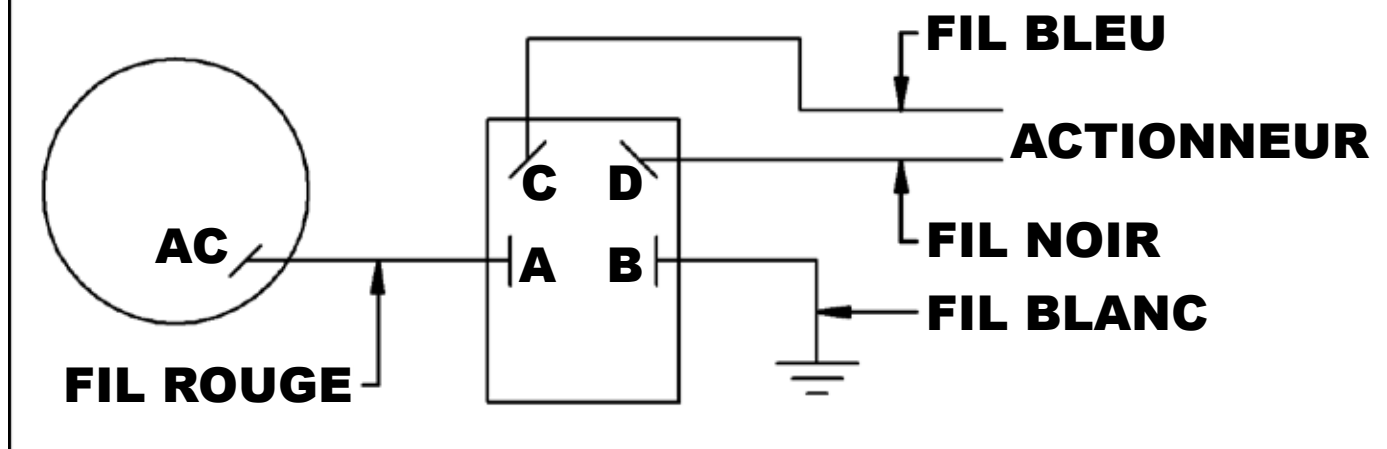

Figure 43. Schéma électrique
9. Figure 43 : Connectez la borne plate du fil rouge de 72 po à la borne A de l'interrupteur. Connectez ensuite la borne plate du fil blanc à la borne B de l'interrupteur.
12. Fixez l'interrupteur (1) à la boîte de commutation (2) à l'aide de l'écrou et de l'écrou moleté et installez le capuchon de l'interrupteur (3). Collez l'autocollant (4) sur la boîte de commutation (2).
13. Placez le boîtier de commutation (2) dans une position confortable et serrez les deux boulons hexagonaux de 1/4 po x 1 po pour fixer le boîtier de commutation au levier de la vanne. Fixez les fils à la boîte de commutation et au levier de la vanne à l'aide d'un fil de nylon en utilisant les encoches prévues sur la boîte de commutation.